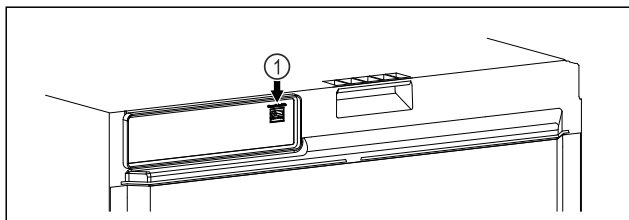

Fig. 109
- ❑ Le SmartModule Fig. 109 (1) est installé.